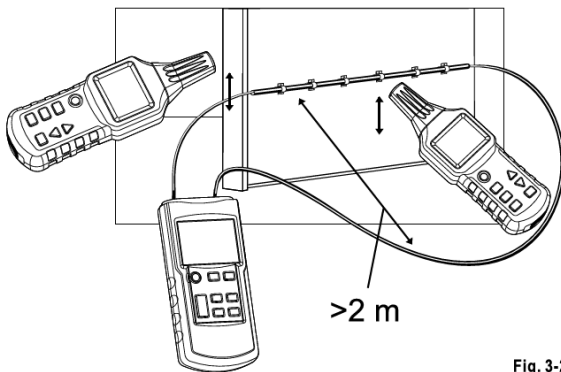

Fig. 3-2-4
- Schließen Sie den Transmitter wie in Fig. 3-2-4 dargestellt an.